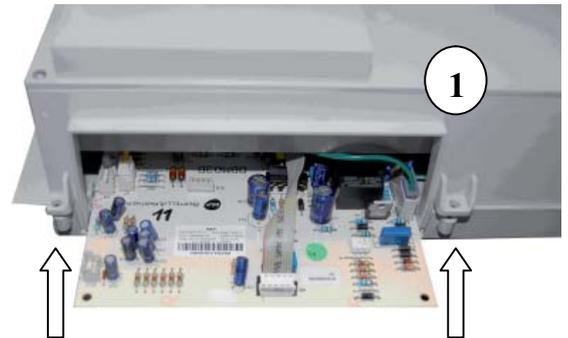

Abb. 31
Lösen Sie die beiden Schrauben (Abb. 31) und ziehen Sie die obere Platinenabdeckung ab. Achten Sie dabei auf die Führungsnuten für die Platine in der Abdeckung. Um die Platine komplett zugänglich zu machen lösen Sie auch die restlichen Schrauben der des Schaltfeldgehäuses (1).